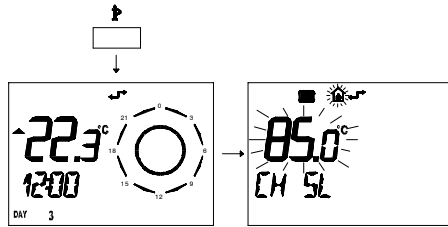

fig. 9.15
- 1 Premere per più di 3 secondi il pulsante per entrare in modalità **INFO**. (fig. 9.15)